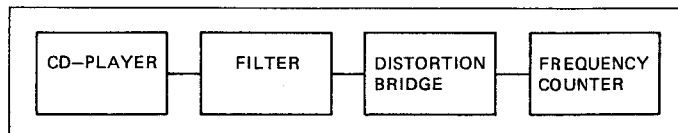

Fig. 4.20
-> Fig. 4.20
- Messaufbau nach Fig. 4.20 mit Klirrfaktor-Messfilter am Ausgang VARIABLE OUTPUT [2].